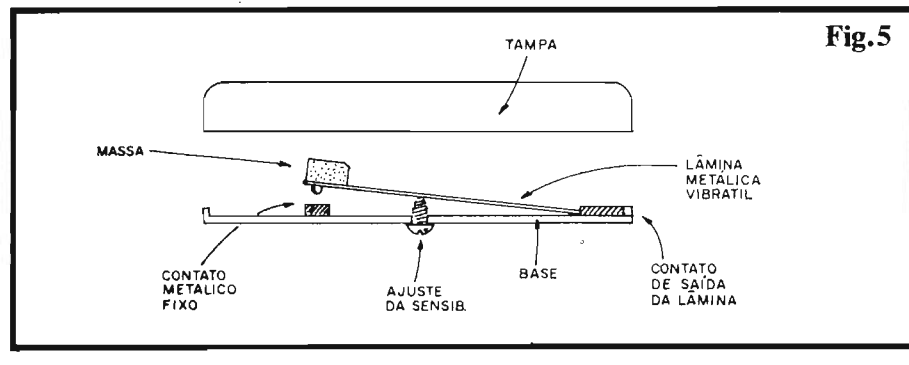

Fig.5
- FIG. 5 - DETALHAMENTO DO SENSOR DE BALANÇO-MOVIMENTO-VIBRAÇÃO, E EXPLORAÇÃO DAS OUTRAS POSSIBILIDADES A RESPEITO... - Conforme já foi dito, o sensor de balanço, encontrado pronto nas lojas, contém uma simples lâmina metálica flexível, vibrátil, fixada por um dos seus extremos (que também serve como contato elétrico...), e tendo, na outra ponta, uma espécie de massa ou "peso" que "sensibiliza" a dita lâmina a qualquer impulso ou força externamente aplicada (na forma de movimentos bruscos, mesmo que de pequena intensidade...). Um contato metálico fixo pode (ou não...) receber o "toque" da lâmina, a partir da vibração a ela imprimida pelo movimento do conjunto... Um parafuso, estrategicamente colocado junto à lâmina, permite um ajuste da sensibilidade geral do dispositivo, já que - pelo seu giro cuidadoso - é possível manter (sob "repouso"...) a extremidade livre da dita cuja **mais**, ou **menos** próxima do contato fixo (quanto mais próximos repousarem os contatos, mais sensível fica o conjunto...). O Hobbysta "macaco velho", observando com atenção o diagrama, não encontrará - acreditamos - dificulda-